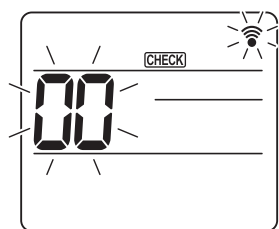
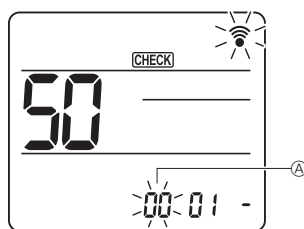
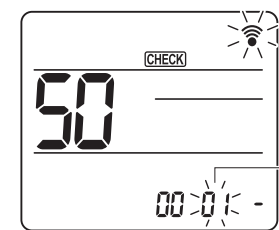
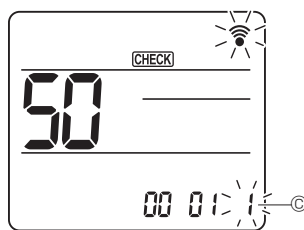

Fig. 7-16
Fig. 7-17
Fig. 7-18
Fig. 7-19
#### 7.4.2. À l'aide de la télécommande sans fil (Fig. 7-16, Fig. 7-17, Fig. 7-18, Fig. 7-19)
[CHECK] s'allume et "00" clignote. (Fig. 7-16)
- ② Réglage du numéro d'appareil
Appuyez sur les touches [ ] pour régler le numéro d'appareil ①. (Fig. 7-17)
- ③ Sélection d'un mode
Appuyez sur les touches [ ] pour régler le numéro de mode ②. (Fig. 7-18)
- ④ Sélection du numéro de réglage
Utilisez la touche [ ] pour changer le numéro de réglage ③. (Fig. 7-19)